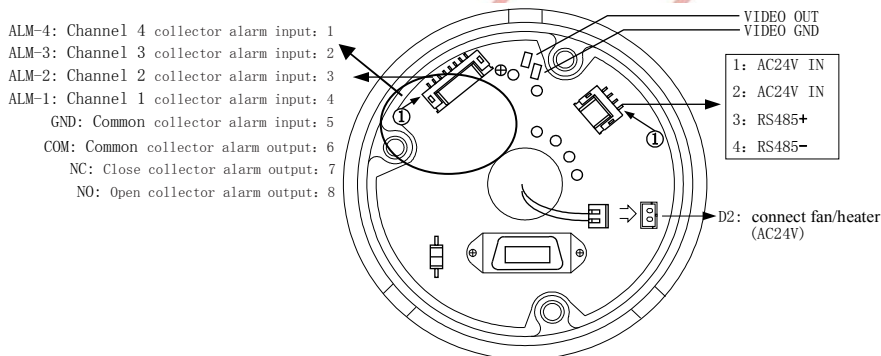
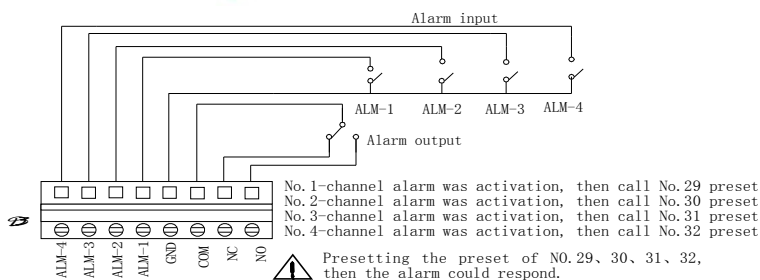

Abbildung 15
Abbildung 16
7) Setzen Sie den Anschlussstecker in den Aluminiumsockel D2 (Abb. 15). Die Verbindung entsprechend Abb. D3. Wie in Abb. 47 gezeigt, wird die Überwachung unverzüglich gestartet, wenn die Überwachungskamera ein Alarmsignal identifiziert, die Kamera wird gestartet und das Bild des Alarmbereiches wird auf den Hauptmonitor geleitet. Der voreingestellte Alarm wird überwacht und in Echtzeit aufgenommen. Abb. 16 zeigt den Anschluss der Alarmsteuerung.
- 6) Bevor Sie das System einschalten vergewissern Sie Sich, dass alle Anschlüsse (Abb. 15) richtig sind und überprüfen Sie die Funktion der Kuppel.